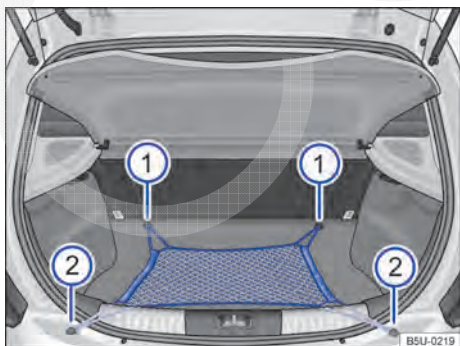

Fig. 121 No compartimento de bagagem: rede para bagagem.
→ Fig. 121 ① e ② nos olhais existentes no compartimento de bagagem.